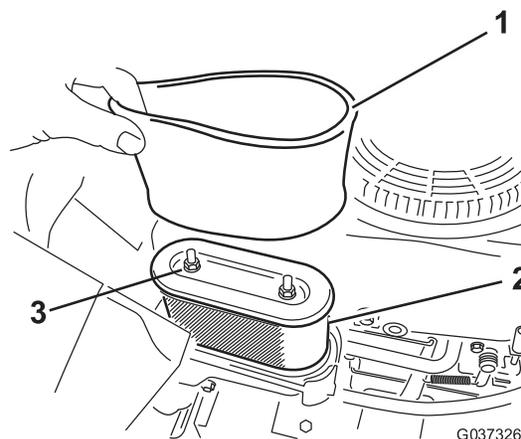

Рисунок 19
4. Выверните две гайки крепления фильтра в сборе к корпусу (Рисунок 19).
1. Установите фильтр из пеноматериала на бумажный фильтр (Рисунок 19).
3. Прикрепите фильтр в сборе к корпусу с помощью двух гаек (Рисунок 19).